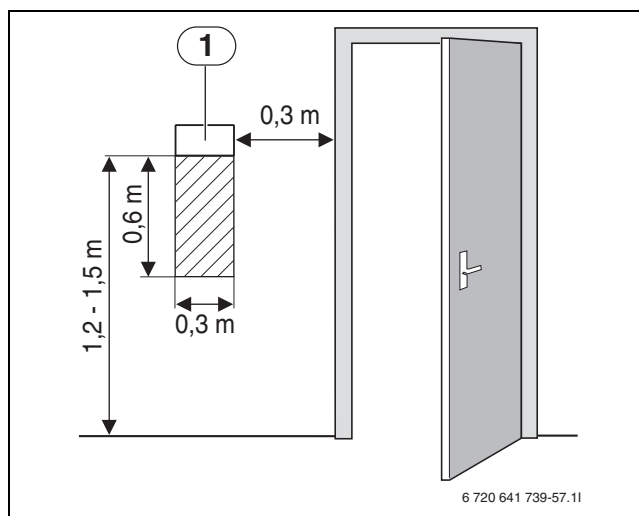

Рис. 11 Рекомендуемое место установки датчика температуры в помещении
- ▶ Беспрепятственная циркуляция воздуха в помещении под датчиком (оставьте свободной поверхность, заштрихованную на →рис. 11).